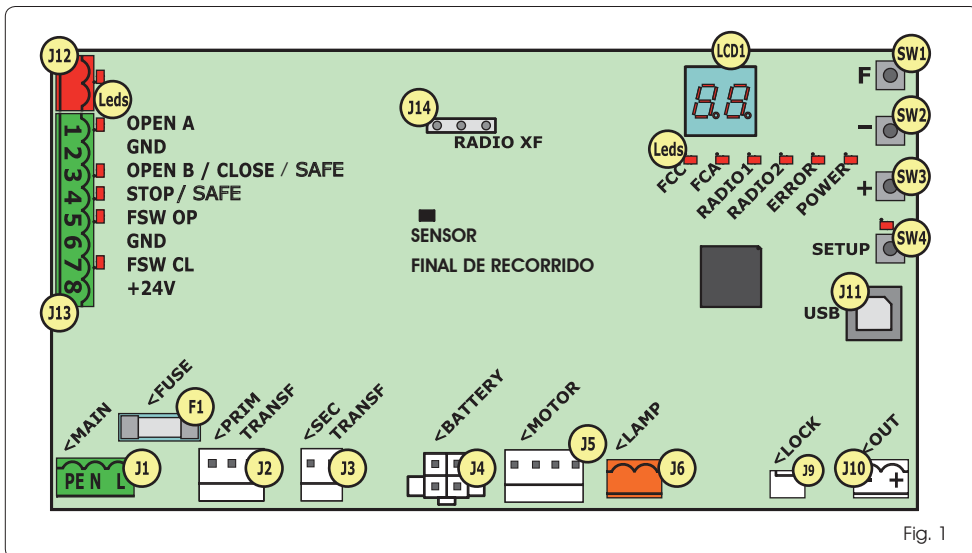

Fig. 1
- Si no se utiliza ningún accesorio BUS-2EASY, deje libre el conector BUS-2EASY (J12 - Fig. 1).**